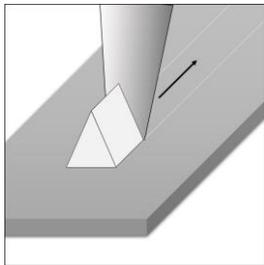

Abb. 2
- Düse leicht geneigt und mit dem V-Ausschnitt entgegen der Auftragsrichtung zeigend auf die Oberfläche aufsetzen (s. Abb. 2).